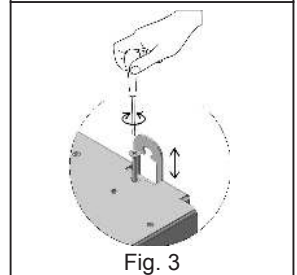

Fig. 3
- b) Étrier de nivellement à l'avant avec fixation à l'aide de chevilles à expansion fournies (fig. 3)